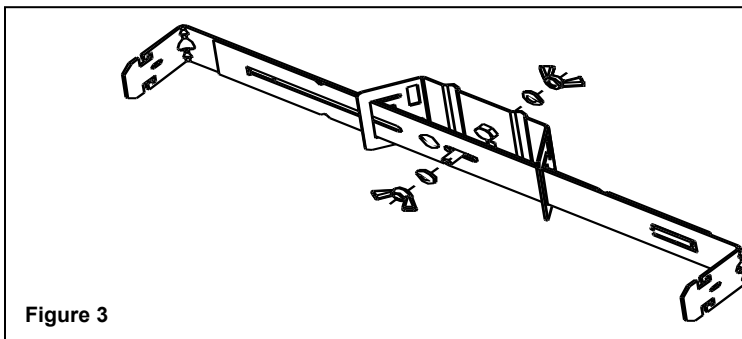

Figure 3
- 1) Bend (4) bar hangers per fixture at right angles at the row of (3) holes 2 inches from one end of the bar hangers. (See Figure 3.)
- 2) Insert bar hangers into adjustable mounting brackets as shown. (See Figure 3.)
- 4) Use fasteners, supplied by others, to secure the fixture to the wood joists in at least (4) places.
- 1) Plier les (4) barres de suspension de chaque luminaire à angle droit à la rangée de (3) trous, 2 po à chaque extrémité des barres de suspension. (Voir la figure 3)
- 2) Insérer les barres de suspension dans les supports de montage ajustables tel qu'illustré. (Voir la figure 3)
- 4) Utiliser des attaches, fournies par d'autres, pour fixer l'appareil aux solives en bois, au moins à (4) endroits.